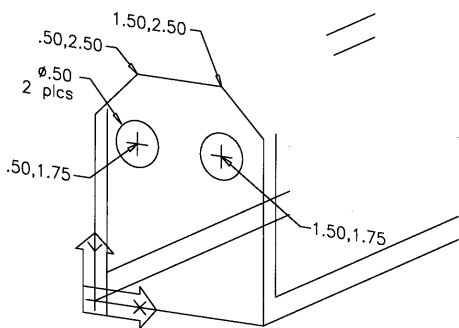

图 2-53
7) 按步骤3)绘制模型左侧的垂直边。按图 2-53中的坐标绘制底部的线加上面的 3 条线，以及两个圆（表示圆孔）。